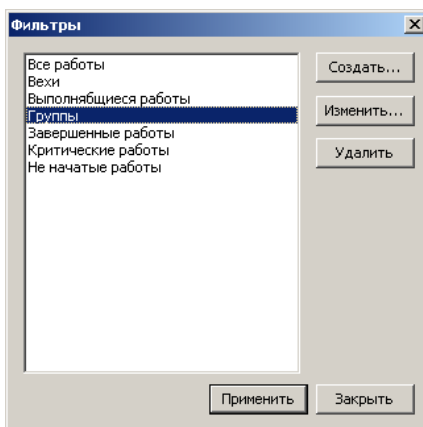

Рис.3.30 Диалоговое окно «Фильтры».
2. В открывшемся окне «*Фильтры*» (Рис. 3.30) выберите из списка нужный фильтр и нажмите кнопку «Применить».